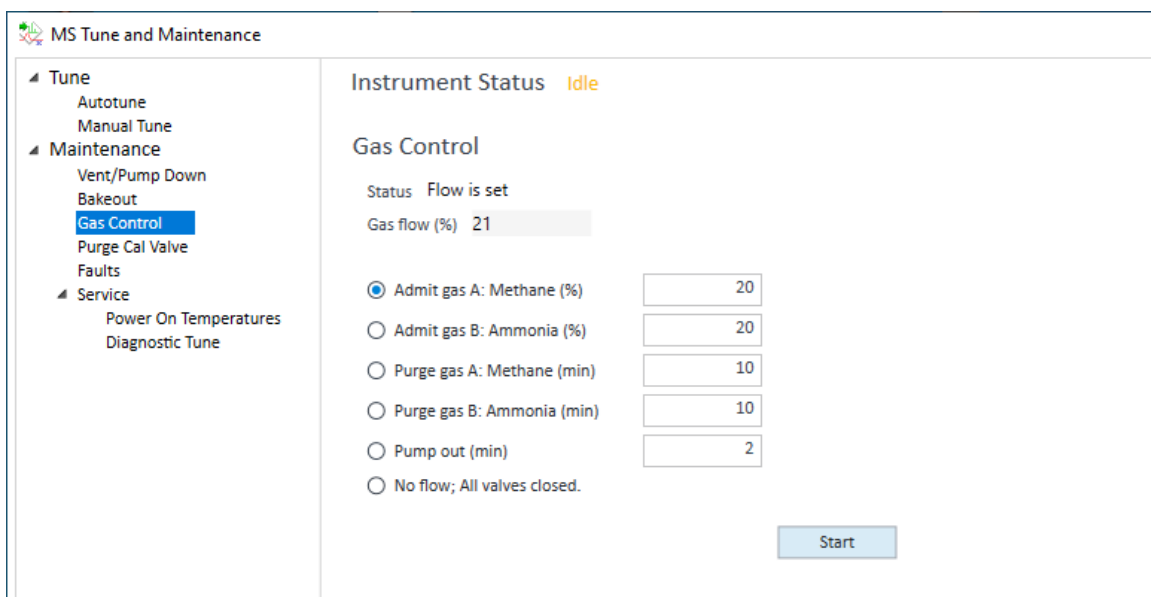

Figure 40. Contrôle du gaz CI
- 1 Dans le panneau **Instrument Control** (Pilotage de l'instrument), cliquer sur l'icône **MS Tune** (Réglage du MS) pour afficher la fenêtre **MS Tune and Maintenance** (Réglage et maintenance du MS). Sélectionner **Maintenance Gas > Control** (Gaz de maintenance > Contrôle) pour afficher les paramètres de contrôle du gaz. (Voir Figure 40.)